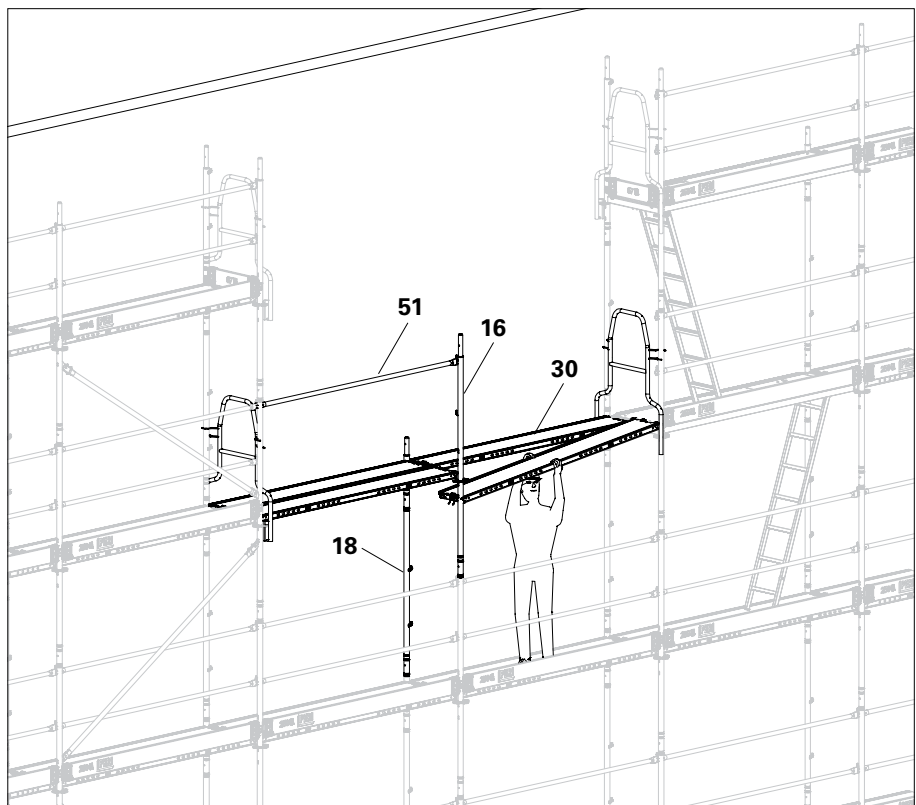

Abb. B8.04
1. Aus darunter liegender Lage Rohr EVR 150 (18) und Easyrahmen EVF (16) mit Geländerholm EPG (51) einbauen.
2. Beläge (30) einlegen. (Abb. B8.04)